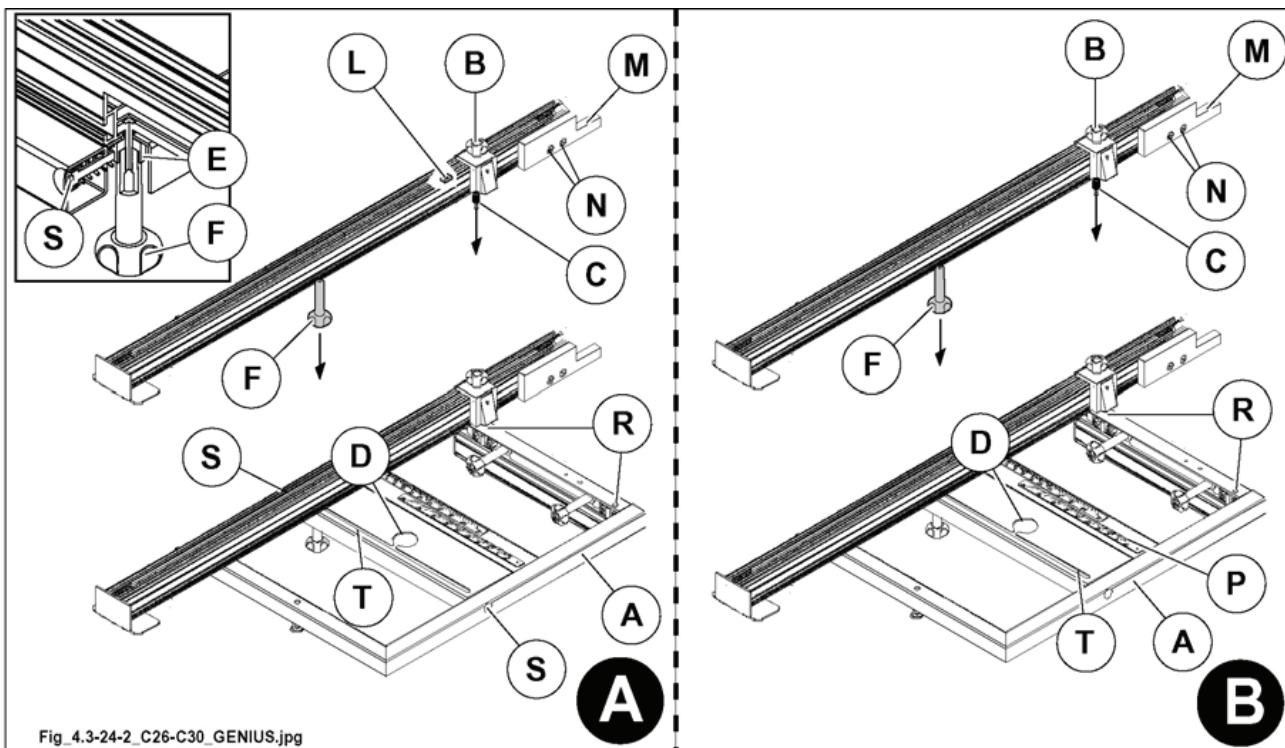

Рис. 4.3-24-2
- 2) Для работы установить линейку в требуемое положение, ориентируясь по шкале Р (рис. 4.3-24-2). Затянуть барашковый фиксатор F (рис. 4.3-24-2).
Когда противоскользящая пластина М (рис. 4.3-24-2) износится, ее следует приблизить к пиле, ослабив пару винтов N (рис. 4.3-24-2).